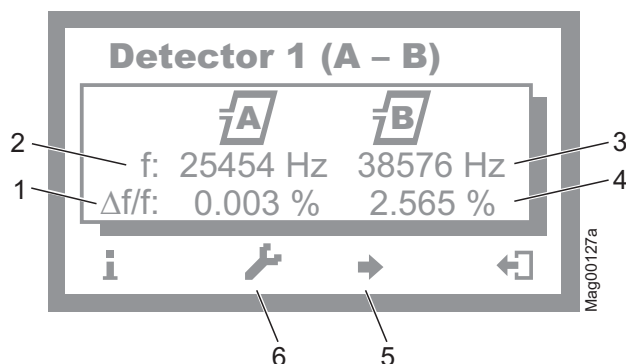

Рис. 22: Пример "Окно меню Детектор 1 (A-B)"
3. Нажимать на левую кнопку управления до тех пор, пока на дисплее снова не появится меню "Detector 1 (A-B) (Детектор 1 (A-B))". → См. на странице 94, Рис. 22.